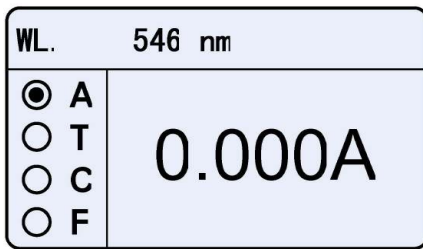

Fig. 4-1
- 1) Pulse  para escoger el modo «A» (Fig.4-1).